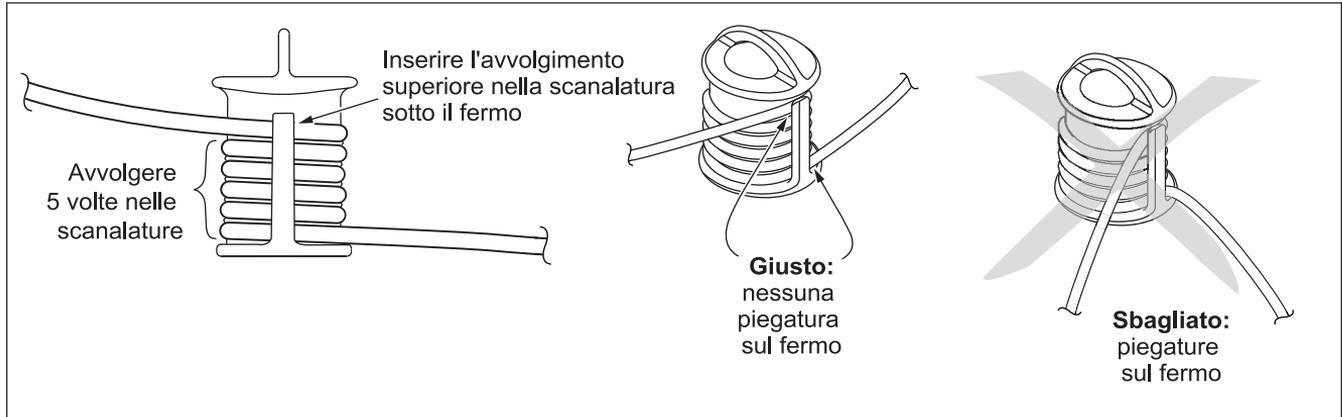

Figura 4. Avvolgimento di un cavo patch cord attorno a un mandrino
La Figura 4 qui sotto, mostra come avvolgere la fibra attorno al mandrino. Posizionare i mandrini sulle fibre di uscita del tester, come mostrato nella Figura 5 (schema del
2. Collegare un'estremità del cavo patch cord alla porta di uscita della sorgente SimpliFiber 850/1300 Source come illustrato nella Figura 5, accertandosi che la porta corrisponda alla lunghezza d'onda desiderata. Avvolgere il cavo attorno al mandrino, come mostrato nella Figura 4.